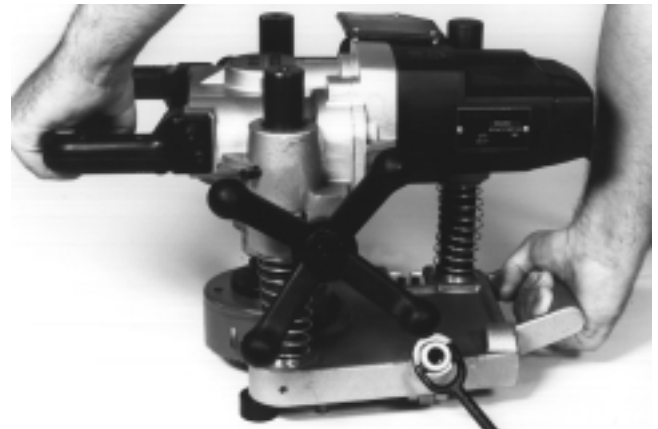

Figure 4 – Manutention de la HC-450
- Soulevez la HC-450 par ses poignées de maintien avant et arrière. La poignée arrière peut servir de point d'attache pour un système de corde et poulie lors du travail sur canalisations en plafond (*Figure 4*). Ne pas soulever la HC-450 au-delà de vos épaules (*Figure 5*).